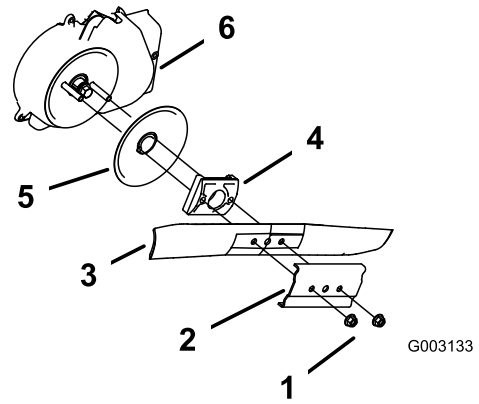

Figura 32
3. Retire las 2 tuercas de la cuchilla y el refuerzo (Figura 32).
4. Retire la cuchilla (Figura 32).
5. Retire el impulsor de la cuchilla y el disco (Figura 32).
6. Retire el protector del embrague del freno de la cuchilla (Figura 32).
10. Instale la cuchilla y el refuerzo que retiró anteriormente (Figura 32).